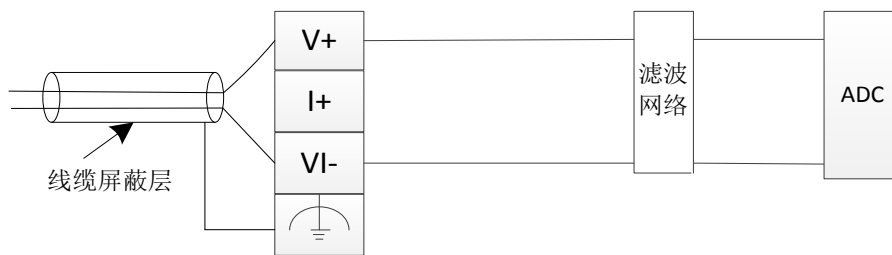

图 5-16 电压输入布线图
- ◇ 电流输入时，请短接 V+和 I+，如图 5-16 所示，注意不要超过电流输入量程。